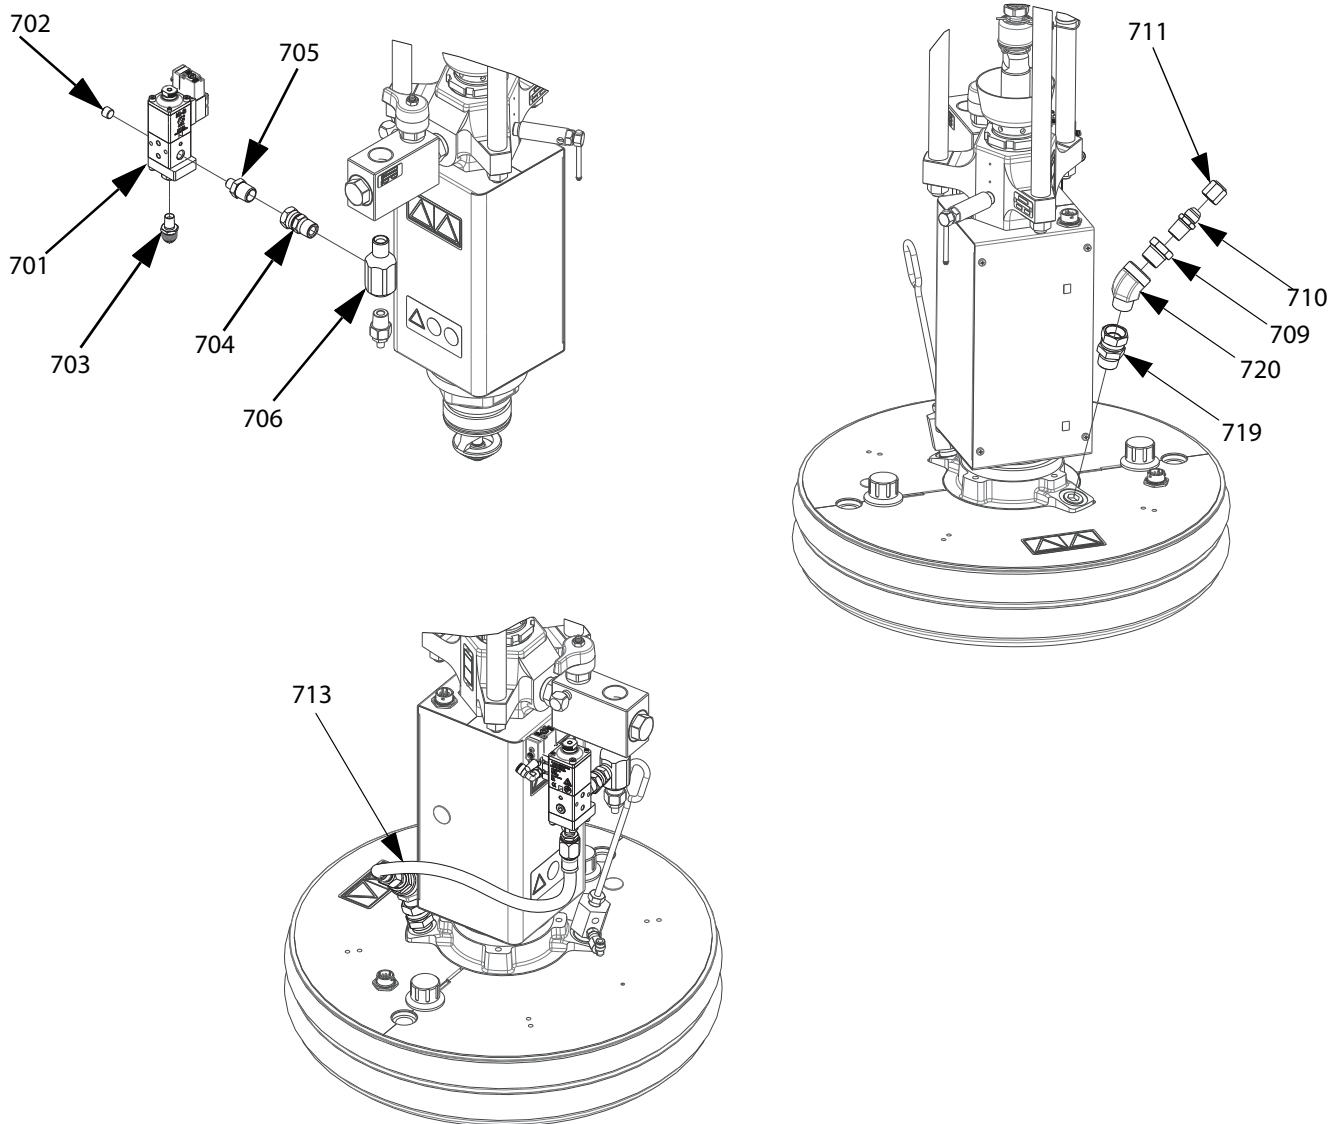

Рис. 55: Комплект клапана прижимной плиты, уретан, 26В637
2. Отсоедините датчик давления от разъема 5 на электроприводе (AB).
3. Извлеките фитинг датчика давления (TF) и присоединенный фитинг из обратного клапана материала (AE).
4. При помощи резьбоуплотнительной ленты установите тройник 1/2 NPT (706) на обратный клапан материала (AE), затем установите фитинг датчика давления (TF) на нижнюю часть тройника 1/2 NPT (706).
5. При помощи ленты для уплотнения резьбовых соединений установите поворотный шарнир 1/2 NPT (705) в тройник 1/2 NPT (706). См. Рис. 55.
6. Установите клапан прижимной плиты (701) на фитинг 1/2 NPT (706), используя переходник 1/4 NPT x 1/2 NPT (704), а затем затяните соединение.
7. Установите рециркуляционный шланг (713) на клапан прижимной пластины (701), а затем затяните соединение.
8. Переподключите датчик давления к разъему 5 на электроприводе (AB).
**ПРИМЕЧАНИЕ:** Не устанавливайте рециркуляционный шланг (713) на фитинг клапана прижимной плиты (703) до загрузки материала в клапан прижимной плиты (701). Инструкции по загрузке материала в прижимную плиту и клапан прижимной плиты см. в Руководстве по эксплуатации E-Flo iQ.
9. Вытащите имеющийся соединитель M12 из разъема 3 на электроприводе (AB).
10. Вставьте жгут проводов (714) в разъем 3 на электроприводе (AB).
11. Жгут проводов (714) имеет разъем M8 и разъем M12. Подключите разъем M12, изначально вставленный в разъем 3 на электроприводе (AB), к разъему M12 на жгуте проводов (714). Подключите соединитель M8 (4-контактный) к соленоиду на клапане прижимной плиты (701).